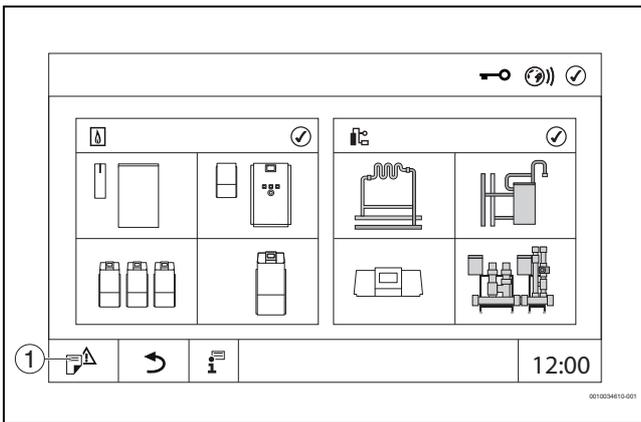

Fig. 18 Apertura del Menu di servizio (esempio)
- Tenere premuto il simbolo (→ fig. 18, [1]) per circa 5 secondi.